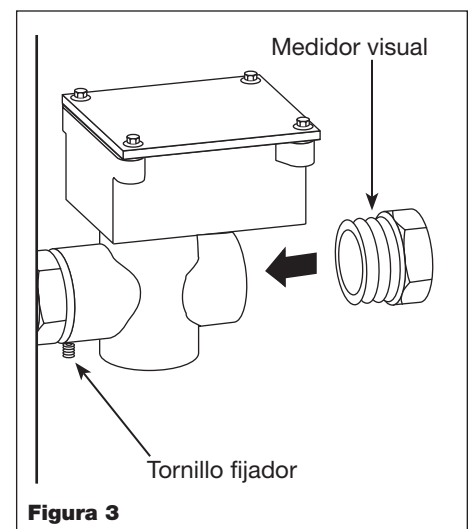

Figura 3
6. Apriete bien los tornillos de la cubierta y después reinstale el medidor visual de vidrio al frente de la cubierta (Vea la Figura 3).